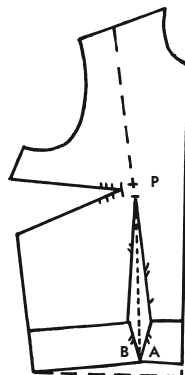

Рис. 155
3. Надрежьте линию верхней вытачки до точки Р. Закройте вытачку на груди, затем, как предусматривалось, закройте частично вытачку от талии (ту часть, которая ограничена прямыми линиями). На рис. 155 точки А и В соединились, а то, что осталось от вытачки, перечеркнуто.
К счастью, практика показывает, что иногда можно идти против некоторых технических принципов, и здесь можно упростить задачу, выправив нижнюю линию баски строго горизонтально, как показано на рис. 155 пунктирной линией.